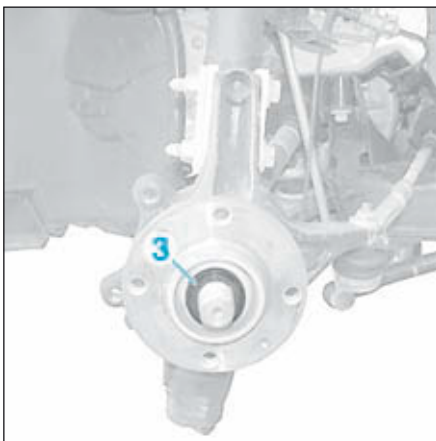

FIG.17
- Déposer l'entretoise (3) (Fig.17).